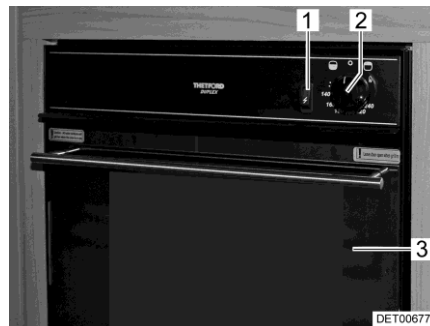
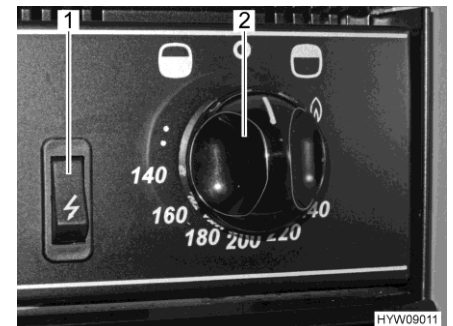

Fig. 144 Forno a gas con grill
Fig. 145 Elementi di comando (forno a gas con grill)
- Aprire completamente lo sportello del forno (Fig. 144,3).
- Premere il pomello girevole (Fig. 144,2 e Fig. 145,2) e ruotarlo in senso antiorario fino a raggiungere la posizione massima consentita (in direzione del simbolo del forno "☼").
- Premere il pomello girevole (Fig. 144,2 e Fig. 145,2) e tenerlo premuto per 5-10 secondi. Il gas fluisce verso il bruciatore.
- Premere l'interruttore di accensione (Fig. 144,1 e Fig. 145,1) finché la fiamma brucia.
- Premere il pomello girevole (Fig. 144,2 e Fig. 145,2) e ruotarlo in senso orario (in direzione del simbolo del grill "☀️" e posizionarlo sul simbolo della fiamma).
- Ruotare il pomello girevole (Fig. 144,2 e Fig. 145,2) su "O". La fiamma si spegne.